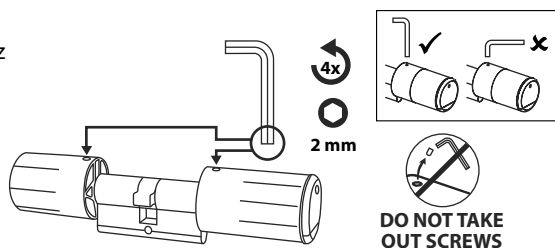

Fig. 2
- 2 Les boutons intérieur et extérieur sont dévissés et fixés avec un goujon fileté intégré dans le bouton tournant. Retirez les deux goujons filetés des deux boutons à l'aide de la clé à six pans fournie (Fig. 2).